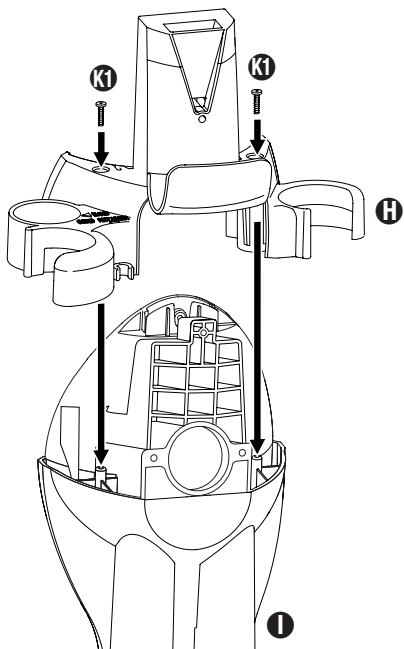

FIG. 2
Step 2: (FIG. 2) Attach the tool caddy ④ to the top of the rear housing ① by sliding it onto the housing, and then attach using the 2 short screws ⑫ provided.
Étape 2 : (FIG. 2) Fixez le porte-accessoires ❹ à la partie supérieure du boîtier arrière ❶ en le glissant sur le boîtier. Alignez les trous de vis, puis vissez avec 2 vis courtes ❺ fournies avec l'appareil.
Paso 2: (FIG. 2) Instale el portaaccesorios ❹ en la parte superior del alojamiento trasero ❶ deslizándolo sobre el mismo. Alinee los agujeros de los tornillos y fije las piezas usando los 2 tornillos cortos ❺ proporcionados.